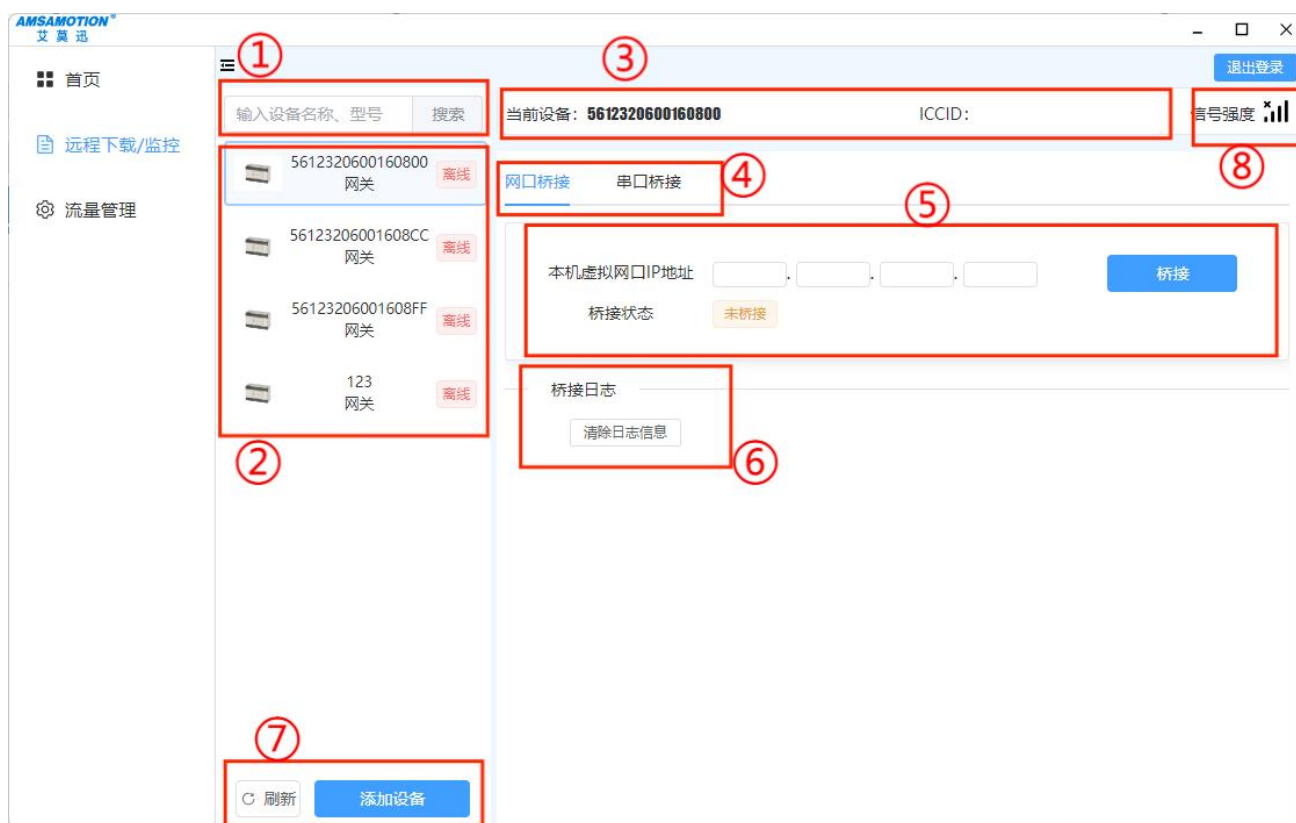

图 4-5-1
- ①：界面选择，首页即图 4-5-1 内容。远程下载/监控及设备管理以及功能界面。流量管理则是流量充值界面。
- ②：设备汇总圆形图，显示账号下绑定总设备数、在线设备以及离线设备数量，点击下方“在线设备”、“离线设备”可只显示在线设备或离线设备。
- ③：“项目数”与“消息”功能暂无，“设备数”显示当前账号下绑定设备数量，点击“设备数”可直接跳到设备管理界面。
- ④：系统公告会发布一些模块或艾莫迅产品信息，比如发现不支持 PLC 型号或艾莫迅上新产品功能。
- ⑤：退出登录则是退出到登录界面，显示账号名称和上位机版本
- ⑥：更新日志显示每个上位机版本的版本更新内容
- ⑦：艾莫迅新产品图，点击可直接进入艾莫迅官方网站
- ⑧：显示账号下每台设备的流量使用情况